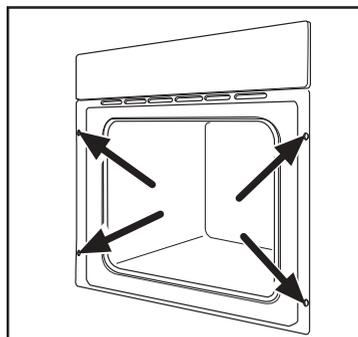

Рис. 14
- Откройте дверь духового шкафа и прикрепите духовой шкаф к мебельному гарнитуру при помощи четырех шурупов через соответствующие отверстия в раме шкафа (Рис. 14).